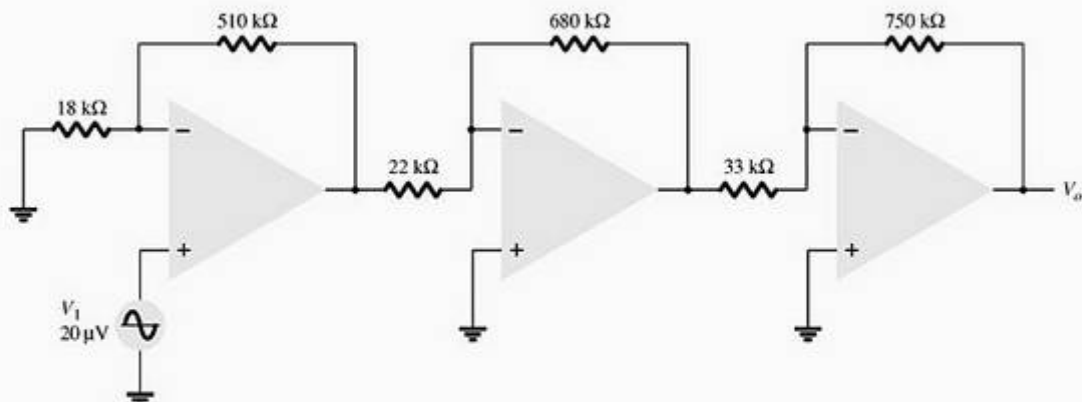

Figura 14.49 Problema 3.
- * 3. Calcule a tensão de saída no circuito da Figura 14.49.